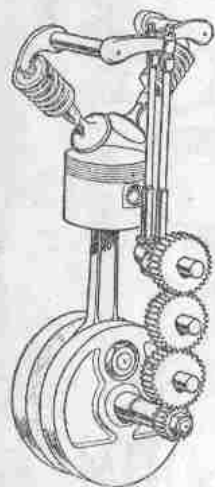

Fig. 30.—Válvulas en cabeza con empujadores cortos (H. C.).
dro (disposición OHC). El sistema más empleado (1) es el OHV (figs. 28 y 29). En algunos casos, para disminuir la longitud de los empujadores *F* se sube el árbol de levas mediante unos engranajes intermedios (figs. 30 y 56; disposición HC, de «high camshaft» = árbol de levas elevado).